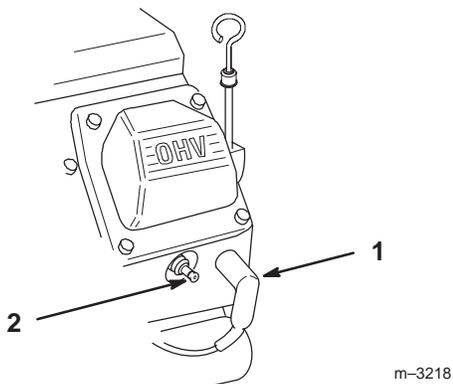

Figure 38
2. Débranchez les fils des bougies (Fig. 38). Puis nettoyez la surface autour des bougies pour éviter que des impuretés n'endommagent le moteur en tombant à l'intérieur.
3. Connectez les fils aux bougies (Fig. 38).